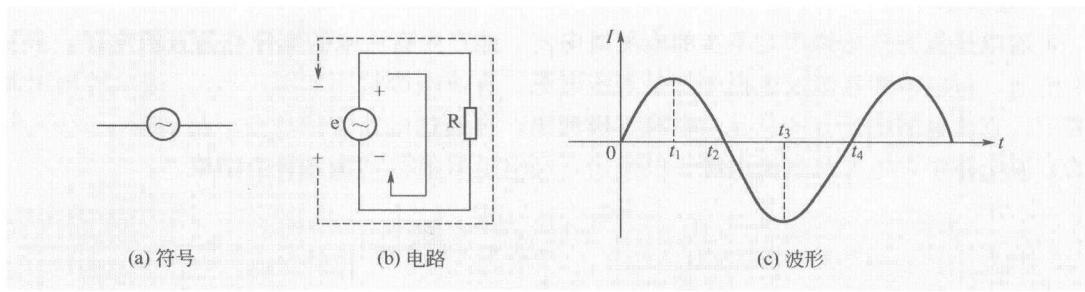

图 1-11 正弦交流电
正弦交流电的符号、电路和波形如图 1-11 所示。
下面以如图 1-11(b) 所示的交流电路来说明如图 1-11(c) 所示正弦交流电波形。
① 在  $0 \sim t_1$  期间 交流电源  $e$  的电压极性是上正下负，电流  $I$  的方向是：交流电源上正  $\rightarrow$  电阻  $R \rightarrow$  交流电源下负，并且电流  $I$  逐渐增大，电流逐渐增大在图 1-11(c) 中用波形逐渐上升表示， $t_1$  时刻电流达到最大值。
② 在  $t_1 \sim t_2$  期间 交流电源  $e$  的电压极性仍是上正下负，电流  $I$  的方向仍是：交流电源上正  $\rightarrow$  电阻  $R \rightarrow$  交流电源下负，但电流  $I$  逐渐减小，电流逐渐减小在图 1-11(c) 中用波形逐渐下降表示， $t_2$  时刻电流为 0。
③ 在  $t_2 \sim t_3$  期间 交流电源  $e$  的电压极性变为上负下正，电流  $I$  的方向也发生改变，图 1-11(c) 中的交流电波形由  $t$  轴上方转到下方表示电流方向发生改变，电流  $I$  的方向是：交流电源下正  $\rightarrow$  电阻  $R \rightarrow$  交流电源上负，电流反方向逐渐增大， $t_3$  时刻反方向的电流达到最大值。
④ 在  $t_3 \sim t_4$  期间 交流电源  $e$  的电压极性仍为上负下正，电流仍是反方向，电流的方向是：交流电源下正  $\rightarrow$  电阻  $R \rightarrow$  交流电源上负，电流反方向逐渐减小， $t_4$  时刻电流减小到 0。